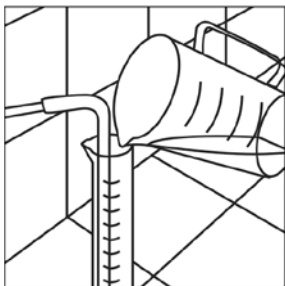

Bild 3
- Die Sauglanze in eine 250 ml Mensur stellen und die Mensur mit Desinfektionsmittelkonzentrat auffüllen (Bild 3).